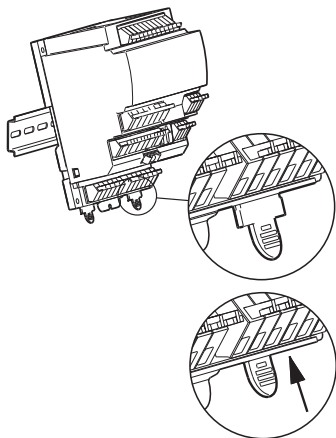

Fig. 5 Montaggio su guida DIN
2. Spingere i fermi di chiusura (pos. 1) nel modulo come mostrato nella in fig. 5.